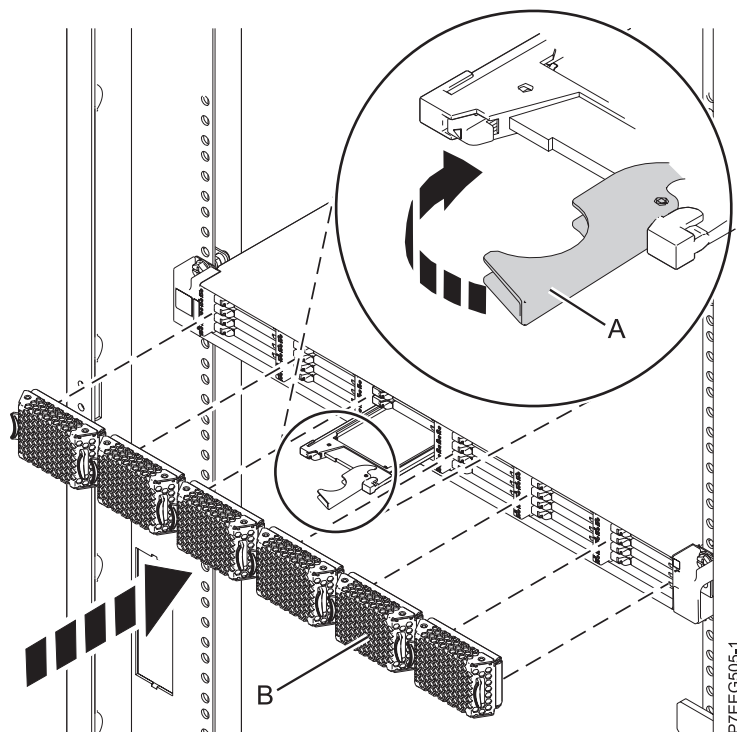

Figura 14. Instalación de una unidad de estado sólido en Alojamiento de almacenamiento PCIe de EDR1
1. Con el asa en la posición de desbloqueo, alinee la unidad de estado sólido con los rieles de guía del alojamiento. Consulte Figura 14 en la página 25.